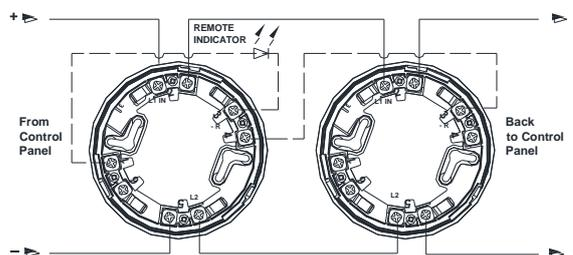

Рис. 2 – схема подключения с удаленным индикатором
- б. Рис. 2 – с использованием удаленного индикатора